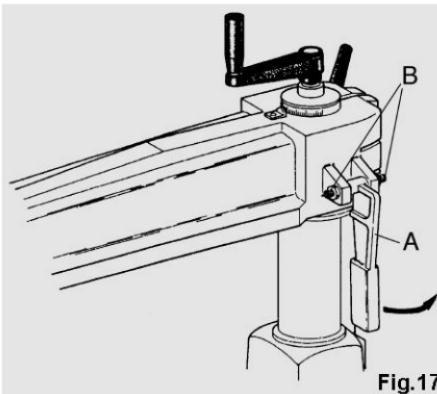

Fig.17
Sortir le levier (A) de son enveloppe et l'insérer entre les boulons (B) sans tête comme dans la figure 17. Remettre la fixation définitive à la phase de réglage de la perpendicularité du bras par rapport à la règle de butée.